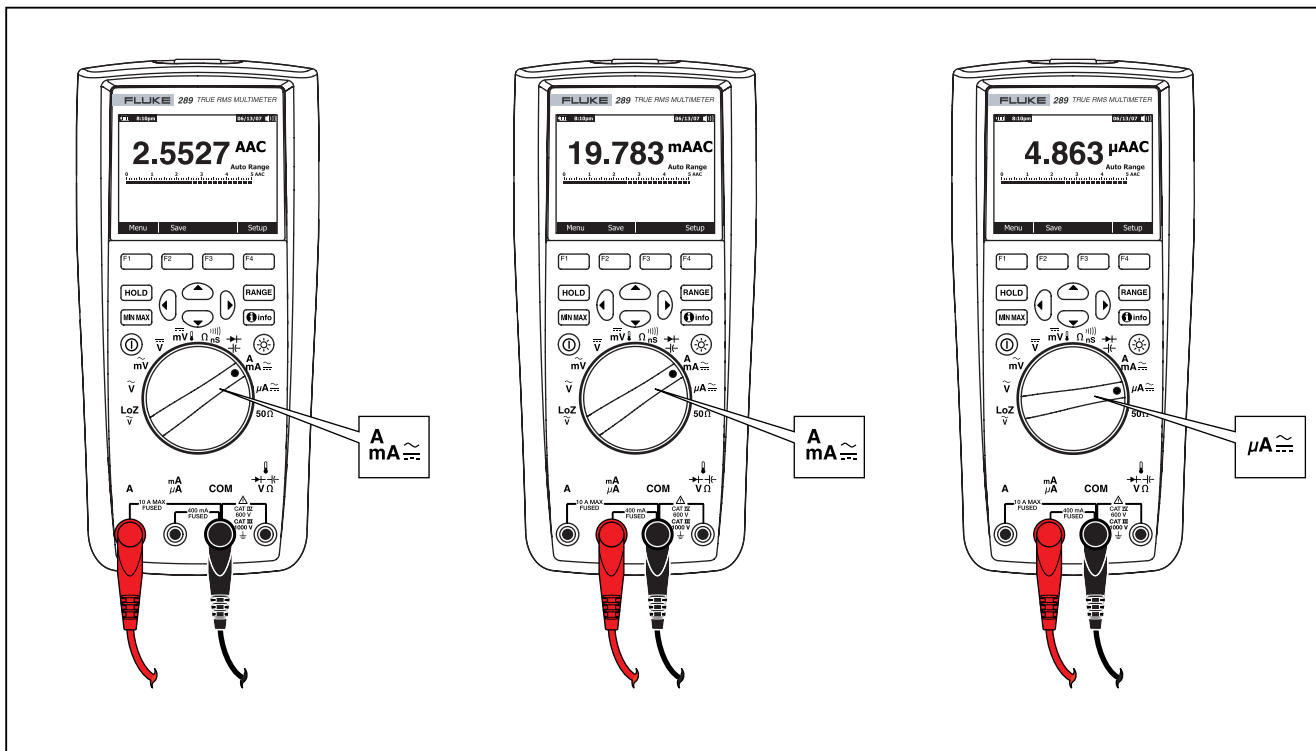

Рисунок 21. Настройка для измерения тока
3. Если используется клемма А, установите поворотный переключатель в  $\overline{\text{A}}$ . Если используется клемма mA/μA, установите поворотный переключатель в положение  $\overline{\mu\text{A}}$  для токов ниже 5 000 μA (мкА) (5 мА) или в положение  $\overline{\text{mA}}$  для токов выше 5 000 мкА. См. рисунок 21 для получения информации по подключениям испытательных концов и выбору функций. Обратитесь к разделу “Функция Input Alert” для получения информации по предупреждениям, которые использует измеритель, когда концы при измерении тока подключены неправильно.